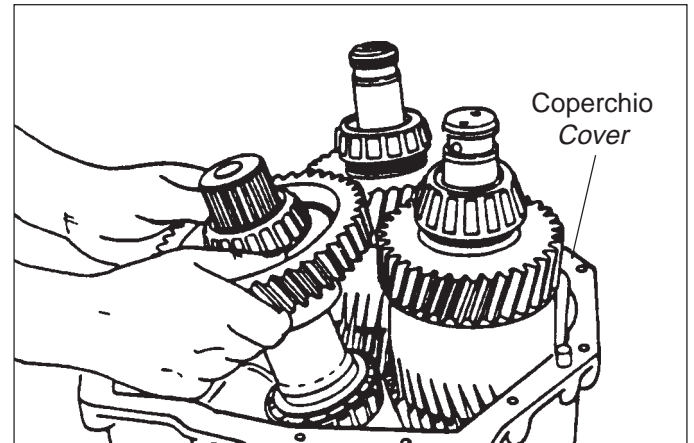
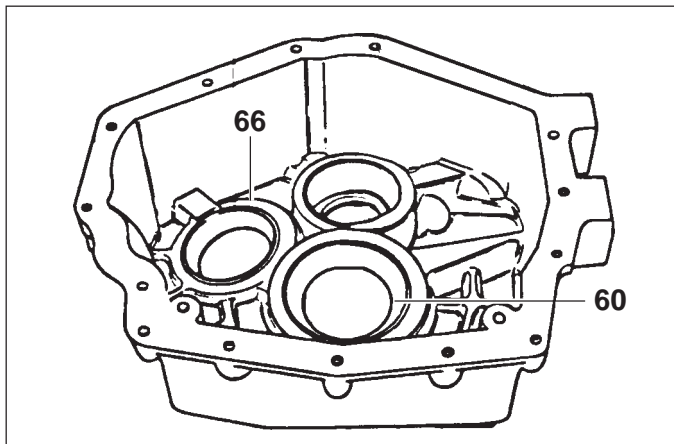

Fig. 14
Fig. 15
- 2) Togliere dalla scatola i pacchi spessori (51-52-53-54) e (99-100-101-102). Estrarre le coppe dei cuscinetti (63) (66) e (79), battendo con l'attrezzo (15751990117) sulla superficie maggiore.
- 3) Estrarre gli alberi dal coperchio (Fig.14).
- 4) Allentare le viti (64) con rondelle (12) e togliere il carterino (62).
- 5) Con apposito estrattore a griffe per interni, estrarre dalla semicarcassa le coppe dei cuscinetti (60) con gli spessori (56-57-58-59) e (66) (Fig.15).
- 6) Svitare le viti (11) con rondella (27) dalla flangia (46). Utilizzare due di queste viti, avvitare sulla flangia per estrarla dal coperchio.
- 3) Remove shafts from cover (Fig.14).
- 4) Loosen screws (64) with washer (12) and remove baffle (62).
- 5) By means of a suitable bearing puller drive off taper roller bearings (60) with shims (56-57-58-59) and (66) outer race from main housing (Fig.15).
- 6) Remove the screw (11) with washer (27) from the flange (46). Use two of these screws and screw them down on the flange to extract it from the cover.